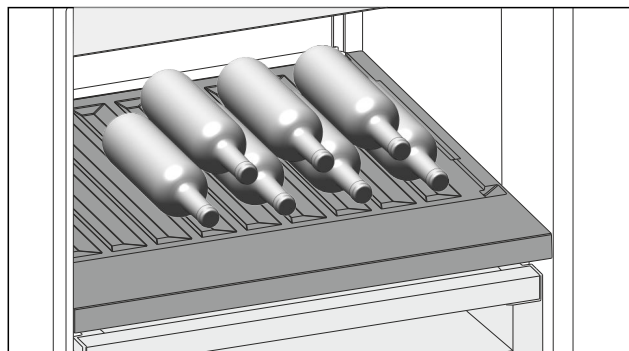

Fig. 148 Przykładowa prezentacja
- ▶ Wkładać butelki dnem ustawionym do tyłu, w kierunku ścianki tylnej. (patrz Fig. 148)